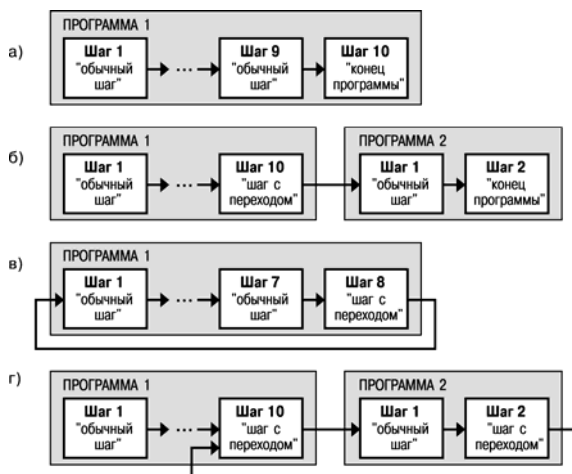

Рисунок 3.3 – Примеры Программ, которые можно реализовать с помощью различных типов Шагов:
- Программу, состоящую более чем из 10 Шагов (рисунок 3.3, б, г);
- Программу, работающую по бесконечному циклу (рисунок 3.3, в, г).
Нециклическая Программа в ТРМ151-03 (рисунок 3.3, а, б) состоит из последовательности «обычных шагов» и «шагов с переходом», которая заканчивается Шагом типа «конец программы».